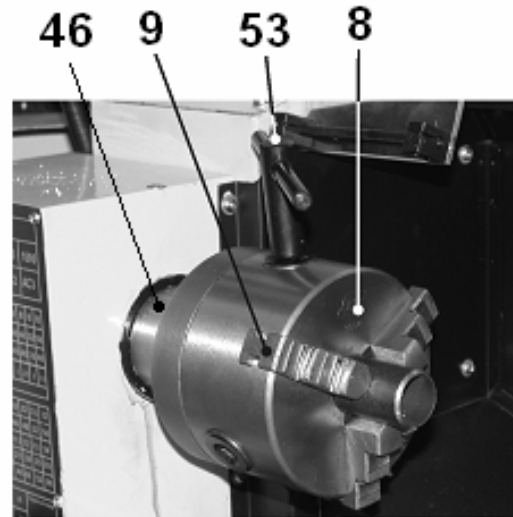

Рис. 9
10.1.1. Перед включением станка убедитесь в том, что переключатель (7) направления вращения шпинделя (46), Рис. 9, находится в нейтральном положении.
10.1.4. С помощью Т-образного ключа патрона (53) раздвиньте кулачки (9) трёхкулачкового самоцентрирующегося патрона (8), вставьте заготовку и с помощью Т-образного ключа патрона (53) зажмите заготовку в трёхкулачковом самоцентрирующемся патроне (8). Извлеките Т-образный ключ патрона (53) из гнезда трёхкулачкового самоцентрирующегося патрона (8), Рис. 9.
10.1.5. Для замены кулачков (9) вставьте Т-образный ключ (53) в трёхкулачковый самоцентрирующийся патрон (8), вращая Т-образный ключ (53) против часовой стрелки, полностью разожмите кулачки (9) трёхкулачкового самоцентрирующегося патрона (8). После этого кулачки (9) можно извлечь, соблюдая очередность и помечая мелом расположение каждого кулачка (9) на трёхкулачковом самоцентрирующемся патроне (8). Для установки кулачков (9) сохраняйте последовательность в обратном порядке, соблюдая очерёдность кулачков (9), Рис. 9.